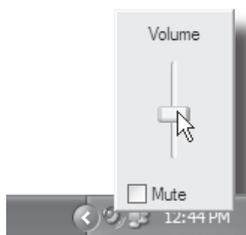

Abb. 12
4. Stellen Sie den Pegel ein, indem Sie auf das Lautsprecher-Icon in der unteren rechten Bildschirmecke klicken (Abb. 12).